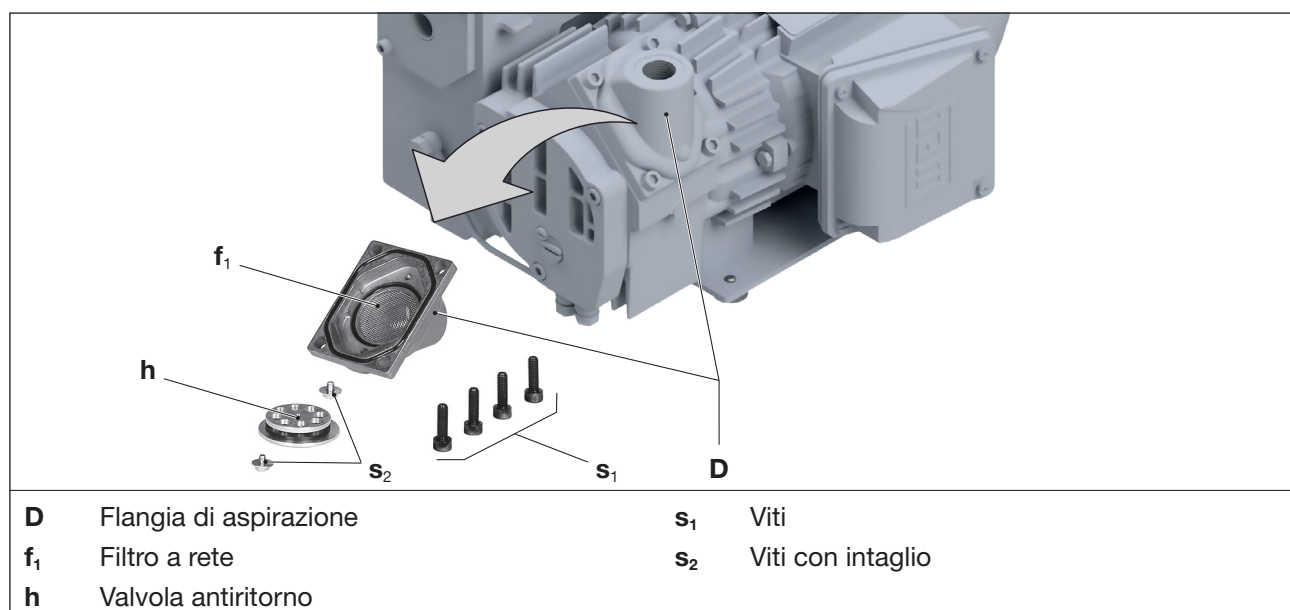

Fig. 6 Pulire il filtro a rete
Il filtro a rete (Fig. 6/f₁) deve essere lavato o soffiato più o meno frequentemente in base al grado di sporcizia, oppure deve essere sostituito.
- Allentare le quattro viti (Fig. 6/s₁) sulla flangia di aspirazione (Fig. 6/D) e rimuoverla.
- Allentare le due viti con intaglio (Fig. 6/s₂) sulla valvola di non ritorno (Fig. 6/h) e rimuovere la valvola di non ritorno dalla flangia di aspirazione.
- Rimuovere il filtro a rete (Fig. 6/f₁) dalla flangia di aspirazione e pulirlo.
- Inserire il filtro a rete (Fig. 6/f₁) nella flangia di aspirazione (Fig. 6/D). Inserire quindi la valvola di non ritorno (Fig. 6/h) e fissarla con le due viti con intaglio (Fig. 6/s₂).
- Montare la flangia di aspirazione (Fig. 6/D) sulla pompa con le quattro viti (Fig. 6/s₁). Coppia: 10 Nm